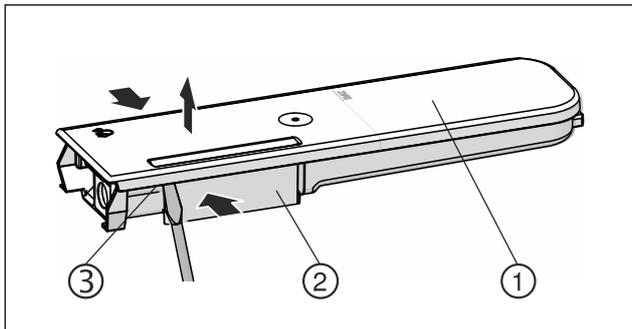

Fig. 153
- ▶ Presser le réservoir d'eau Fig. 153 (2) et faire levier pour lever précautionneusement le couvercle Fig. 153 (1) par les ergots Fig. 153 (3).
- ▶ Faire légèrement bouger le couvercle Fig. 153 (1) de l'avant vers l'arrière puis le retirer par le haut.